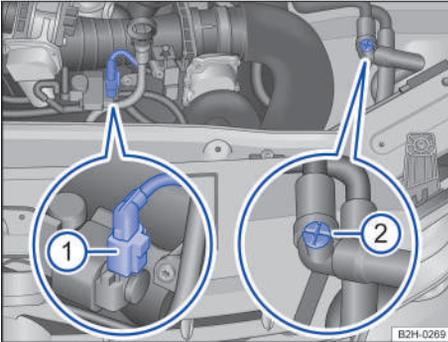

Fig. 181 En el vano motor: conector y válvula de purga manual.
5. Gire la válvula de purga manual unas tres vueltas en el sentido contrario al de las agujas del reloj → **fig. 181** ②.
7. Desacople el conector situado junto a la varilla de medición del nivel de aceite y fíjelo bien → **fig. 181** ①. No vuelva a acoplar el conector hasta que no acuda a un taller especializado.